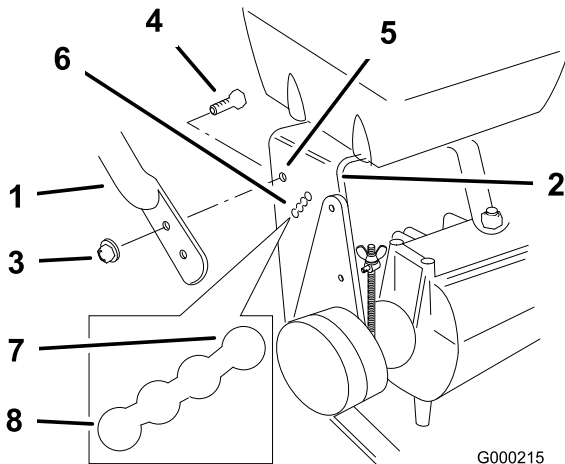

Figure 18
2. Desserrez les boulons à embase supérieurs (3/8 x 1 po) et l'écrou à embase de fixation du guidon au bâti arrière (Figure 18).
3. Retirez les boulons à embase supérieurs (3/8 x 1 po) et les écrous à embase de fixation du guidon au bâti arrière (Figure 18).